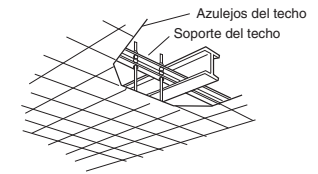

Fig. 3-4
- Utilice los soportes del techo existentes o construya un soporte adecuado, tal y como se muestra en la Fig. 3-4.